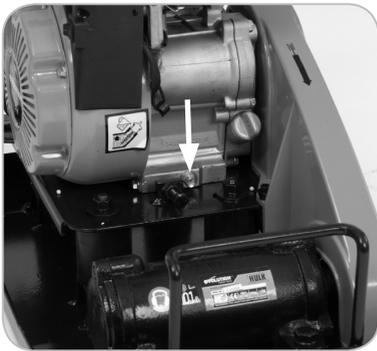

Fig. 12
- Retire el tapón de drenaje del aceite para que se pueda drenar completamente el aceite del motor. (**Fig. 12**)